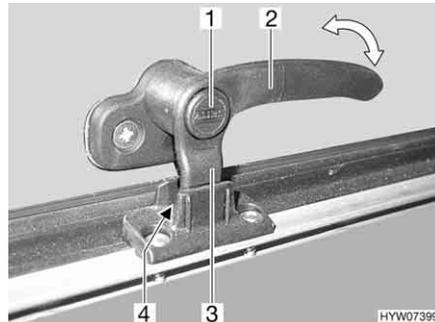
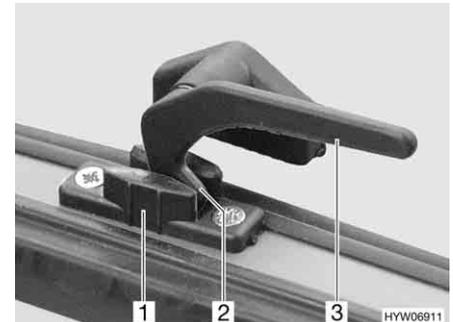

Fig. 82 Alavanca de trava com botão de segurança na posição "Arejamento contínuo"
Fig. 83 Alavanca de trava na posição "Arejamento contínuo"
- Na posição "Arejamento contínuo" (Fig. 82 e Fig. 83)
- Se disponível, prima o botão de segurança (Fig. 82,1) e mantenha-o premido.
- Gire a alavanca de trava (Fig. 82,2 ou Fig. 83,3) um quarto de volta na direção do meio da janela.
- Gire novamente para trás a alavanca de trava. Durante isto, desloque a ponta de trava (Fig. 82,3 ou Fig. 83,2) na alavanca de trava para dentro do entalhe no dispositivo de bloqueio da janela (Fig. 82,4 ou Fig. 83,1).
- Se disponível, largue o botão de segurança (Fig. 82,1).